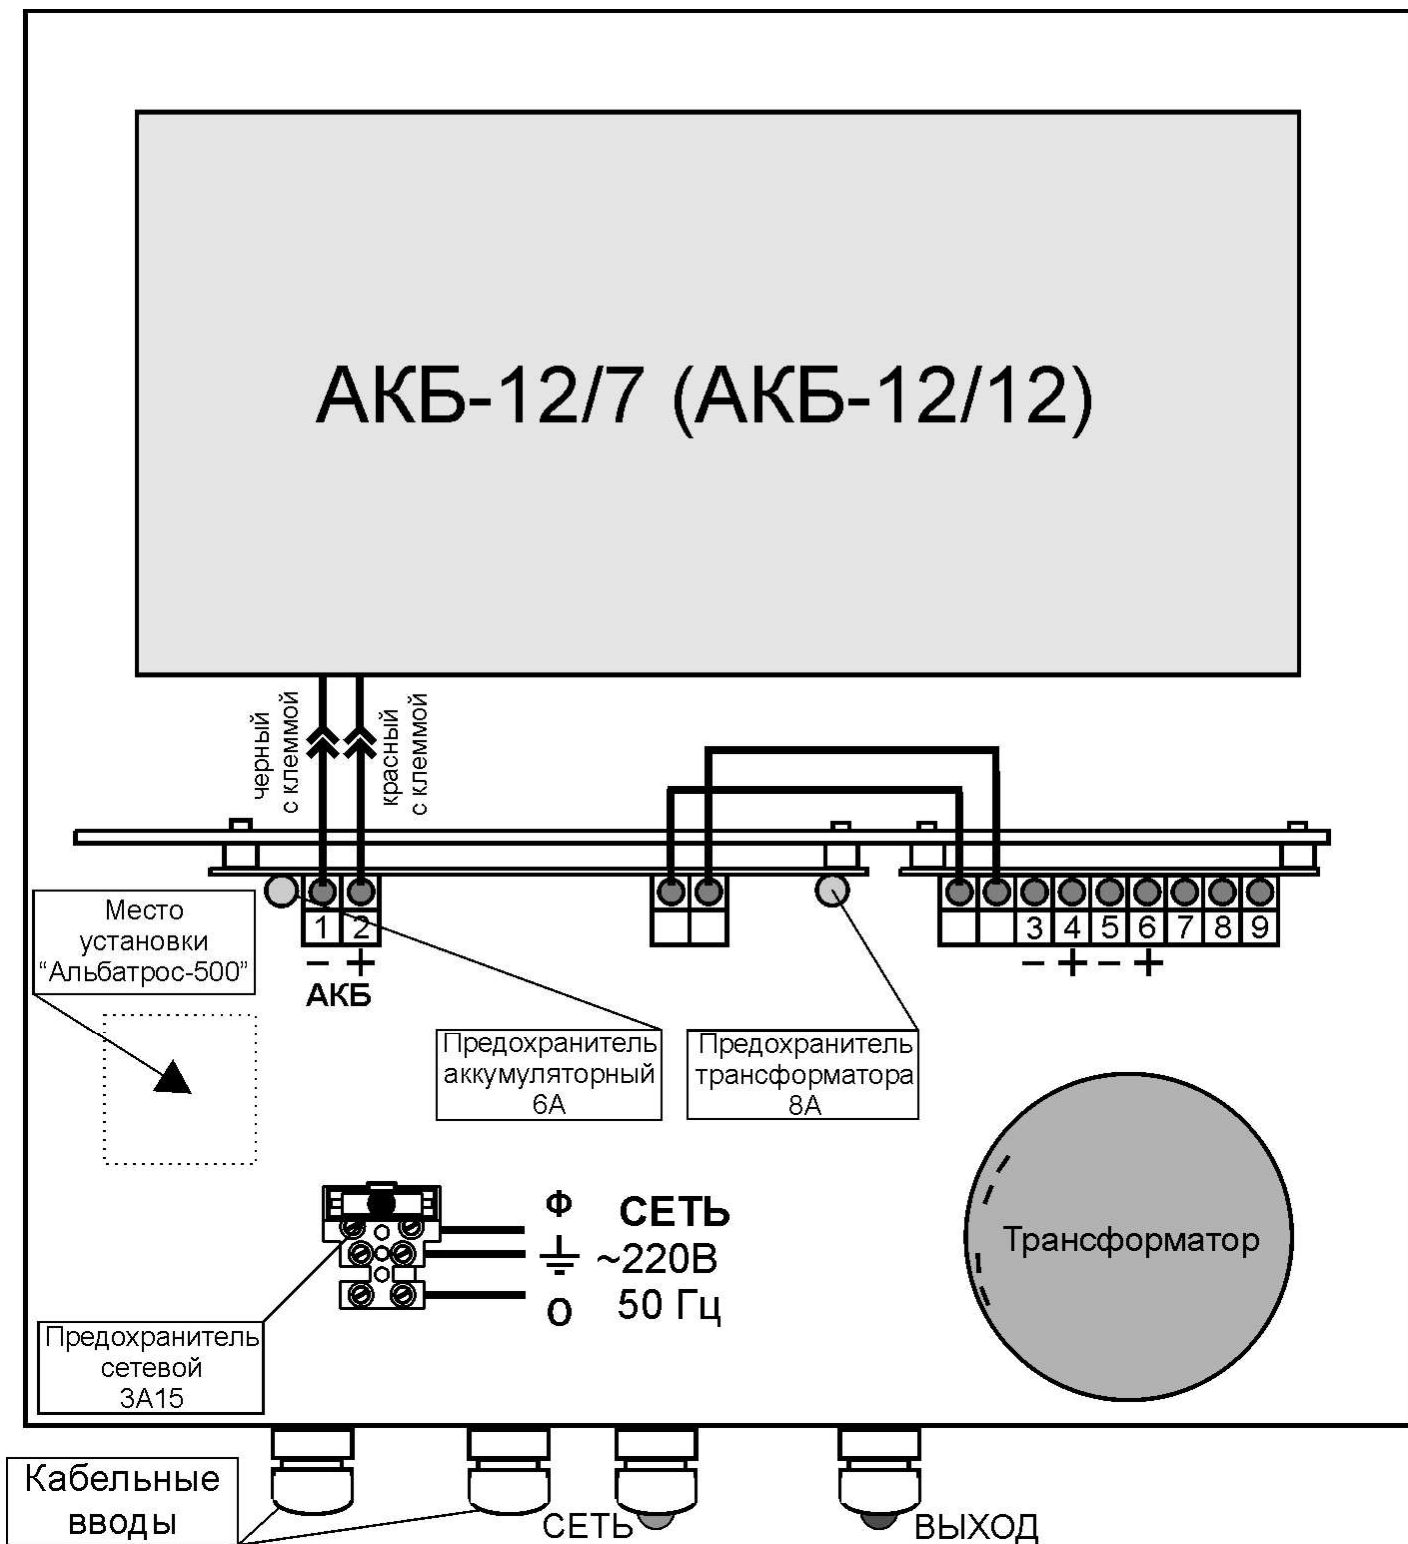

Рис.3 Вариант подключения АКБ без термостата.
- в случае эксплуатации источника без термостата, подключить аккумуляторную батарею к клеммам «АКБ» с учетом полярности (**красный провод – к клемме «плюс» АКБ**) рис.3 (см. приложение). Подложить под «АКБ» прокладку из пенофола.